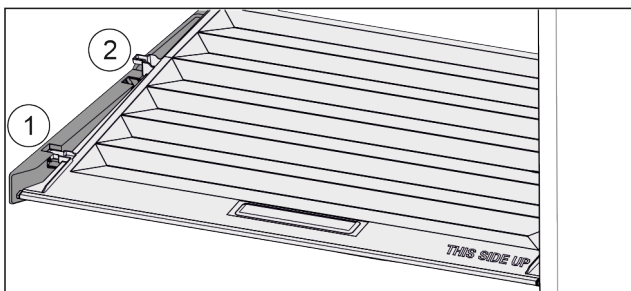

Fig. 124
- ▶ Потянуть крышку до отверстия в поддерживающих деталях вперед Fig. 124 (1).
- ▶ Поднять сзади снизу и извлечь Fig. 124 (2) движением вверх.